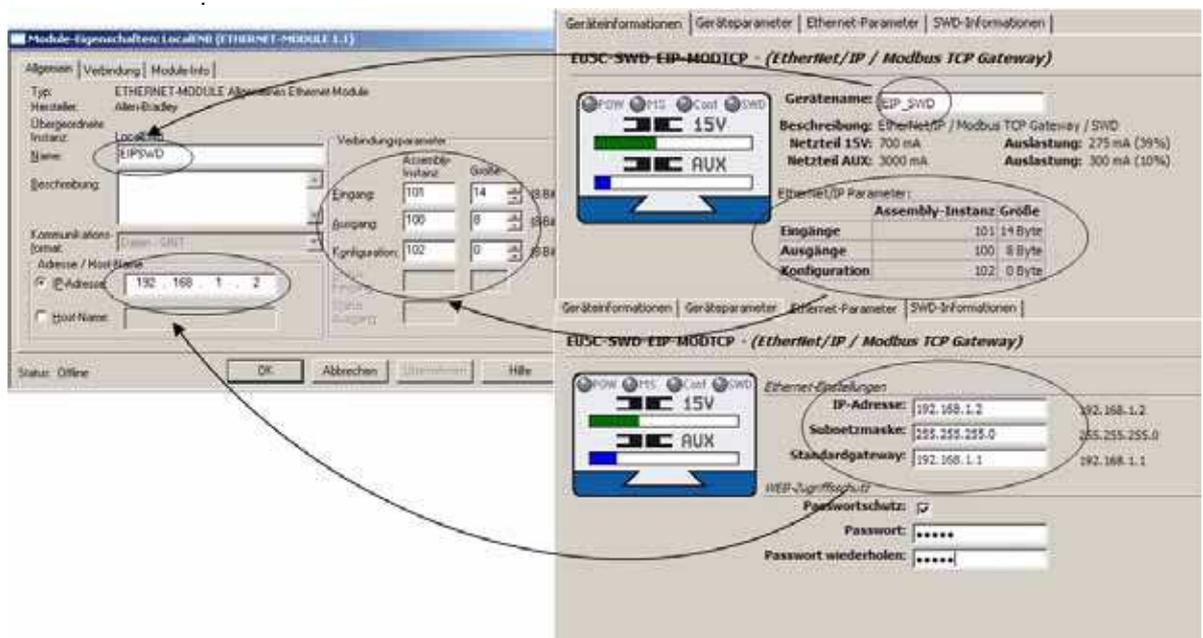

Abbildung 28: Übertragen der Gateway-Parameter von der Planungssoftware SWD-Assist in die SPS-Programmierungsumgebung RSLogix 5000 V19.01.00
In der folgenden Dialogbox "Module Eigenschaften..." → Abbildung 28 werden wesentliche Eigenschaften für die erfolgreiche Kommunikation zwischen Steuerung und Gateway eingetragen. Dies sind zum einen Informationen zu den Ethernet-Verbindungsparametern wie beispielsweise die IP-Adresse und Angaben über Typ und Umfang der Ein-/Ausgangsdaten.
- ▶ Übertragen Sie händisch die Angaben für den Datenumfang der Eingänge, Ausgänge und Konfigurationsdaten in die entsprechenden Felder des Parameterdialogs der SPS-Programmierungsumgebung RSLogix 5000 → Abbildung 28.